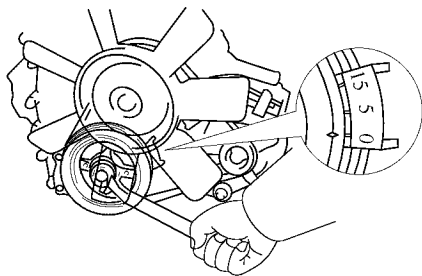
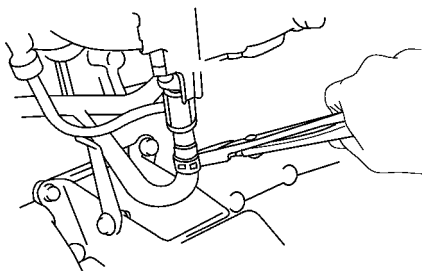

图 1-5 对准正时链罩壳上标记 O
图 1-6 脱开 1 号冷却液旁通软管
- (1) 拆下 1 号 PCV 软管，再拆下高压电线和火花塞。
- (2) 转动曲轴带轮使其槽对准正时链罩壳上标记 O，如图 1-5 所示，然后旋下 9 个螺栓和两个螺母，拆下气缸盖罩和垫片，再拆下半圆形螺塞和分电器。
- (3) 旋下两个螺栓，拆下进气歧管的支承。
- (4) 从歧管恒温器上脱开 1 号冷却液旁通软管，如图 1-6 所示。